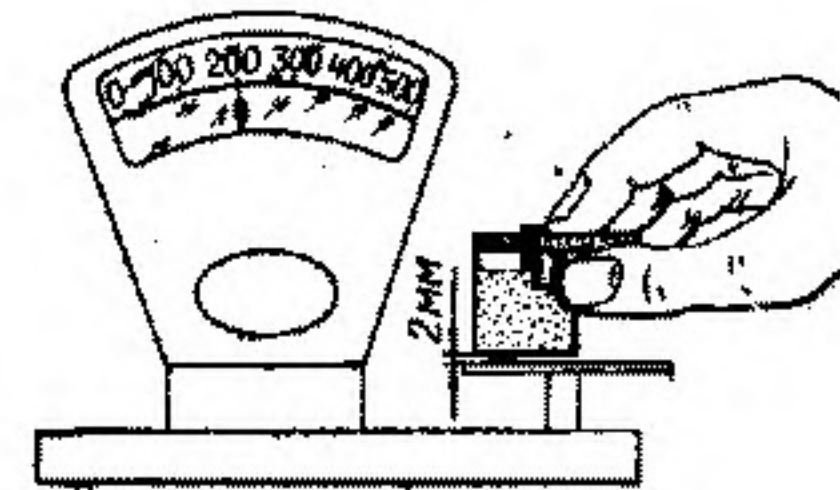

Рис. 37. Проверка усилия прижатия щеток
2. Проверить высоту щеток и давление щеточных пружин (рис. 37). Высота щеток должна быть не менее 7 мм от пружины до основания щетки, а давление пружин на щетку при сжатии пружины до 17,5 мм должно быть 0,19—0,25 кгс. При необходимости щетки заменить и проточить контактные кольца, если их износ превышает 0,5 мм по диаметру. Минимально допустимый диаметр проточки контактных колец — 29,3 мм.
3. Проверить высоту щеток и давление щеточных пружин (рис. 37). Высота щеток должна быть не менее 8 мм (не учитывая часть щетки под пружиной). При необходимости щетки заменить.